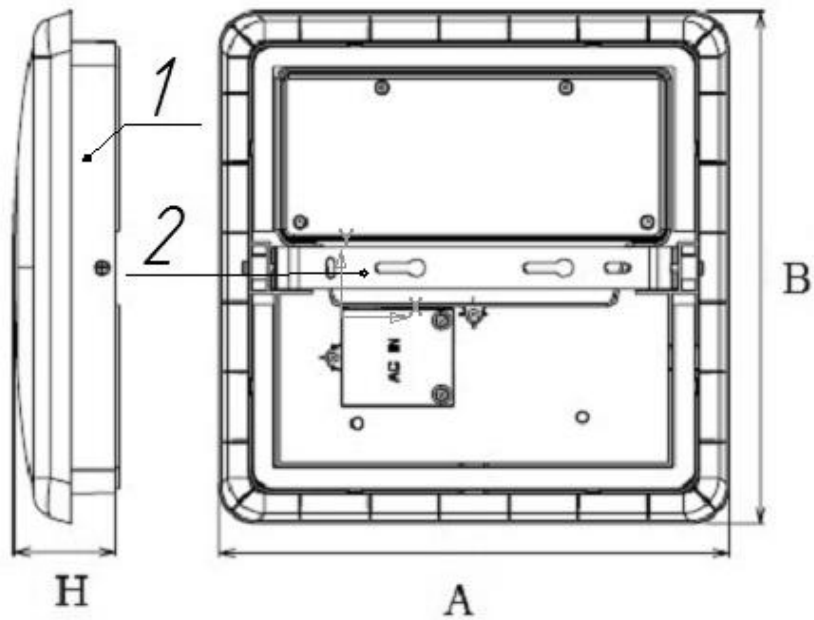

Рисунок 1 - Светильники серии ДБО89 БАП
3.2 Светильники в соответствии с рис. 1 приложения А, состоит из корпуса в сборе поз. 1, скобы поз. 2.